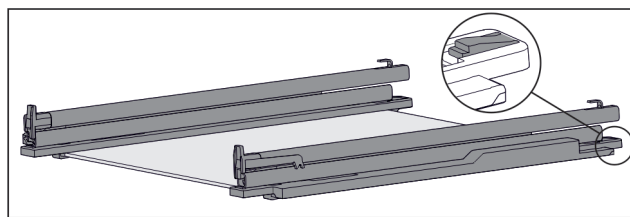

Fig. 149 Skleněná deska s kolejnicemi a přídržnými díly
- Přídržný díl vzadu stlačte dolů (viz Fig. 149) a současně zasuněte kolejnici dozadu.